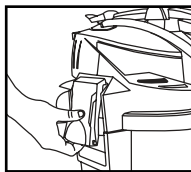

FIGURE 15
16. Vuelva a colocar la tapa del depósito. Eleve los sujetadores y colóquelos en las ranuras sobre la cubierta como se muestra en la **FIGURE 15**. Presione sobre la parte inferior de los sujetadores para trabajar en su lugar.